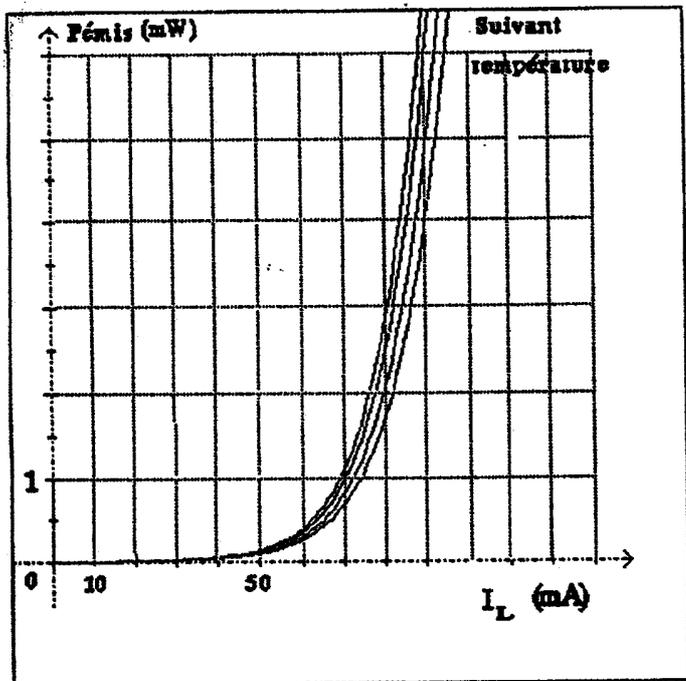

Fig 1
La caractéristique d'émission d'une diode laser définissant la puissance optique émise en fonction du courant consommé est donnée par la figure 1 sur la feuille réponse.
2. Pour $V_{\text{cons}} = 3,00 \text{ V}$, tracer dans le diagramme d'émission figure 1. feuille réponse, la représentation graphique de la relation précédente. Montrer que la puissance émise est pratiquement indépendante de la température et donner sa valeur.